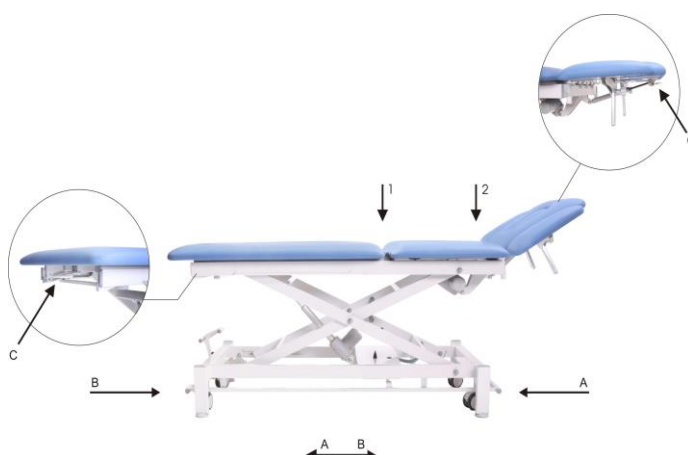

Figure 4 – Contrôle de la table GALAXY
L'ajustement en hauteur de la table électrique GALAXY est réalisé à l'aide de la barre de commande périphérique située en bas de châssis. Pour élever la table, appuyer sur la barre en direction de la tête (mouvement B sur la figure 4). Pour abaisser, pousser la barre en direction de la section jambe (mouvement A sur la figure 4). La table s'élèvera ou s'abaissera aussi longtemps que la barre de commande sera activée. Le moteur s'arrête automatiquement quand le maximum ou le minimum est atteint.
1. Les tables GALAXY avec roulettes présentent un levier d'actionnement (C fig. 4) pouvant être positionné de deux façons :
- TRANSPORT (B), avec une table reposant sur ses 4 roulettes facilitant le transport de la table.